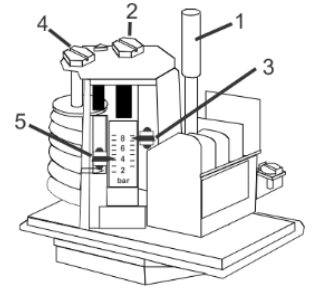

Fig. 2
- Ausführung mit manueller Rückstellung (FF4...DRH oder DDH): Druckabfall unter oberen oder Druckanstieg über unteren Schalterpunkt und Betätigung des Rückstellknopfes 1 (Fig. 2).